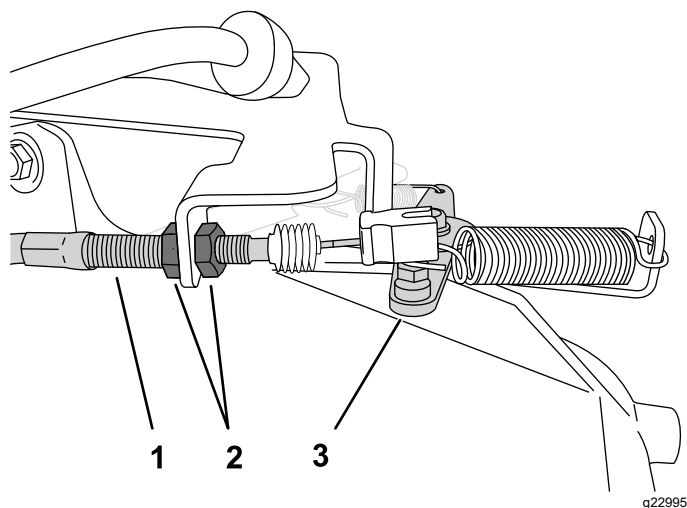

Figura 41
- La carcasa cablului de acceleraie, slăbii contrapiulia din față i strângei contrapiulia din spate pentru a mări turaia scăzută de ralanti (Figura 41).